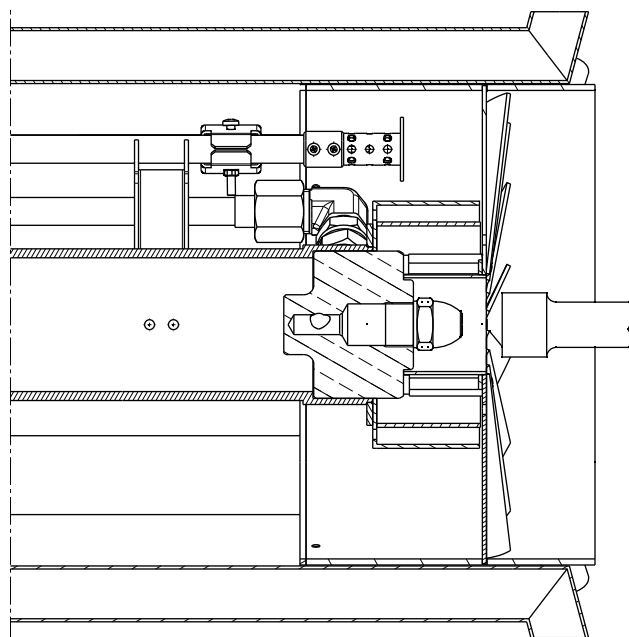

Fig. 18
- Fixer le gicleur à l'aide de la clé tubulaire, en plaçant la clé à travers le trou central sur le disque de stabilité de la flamme (Fig. 18).